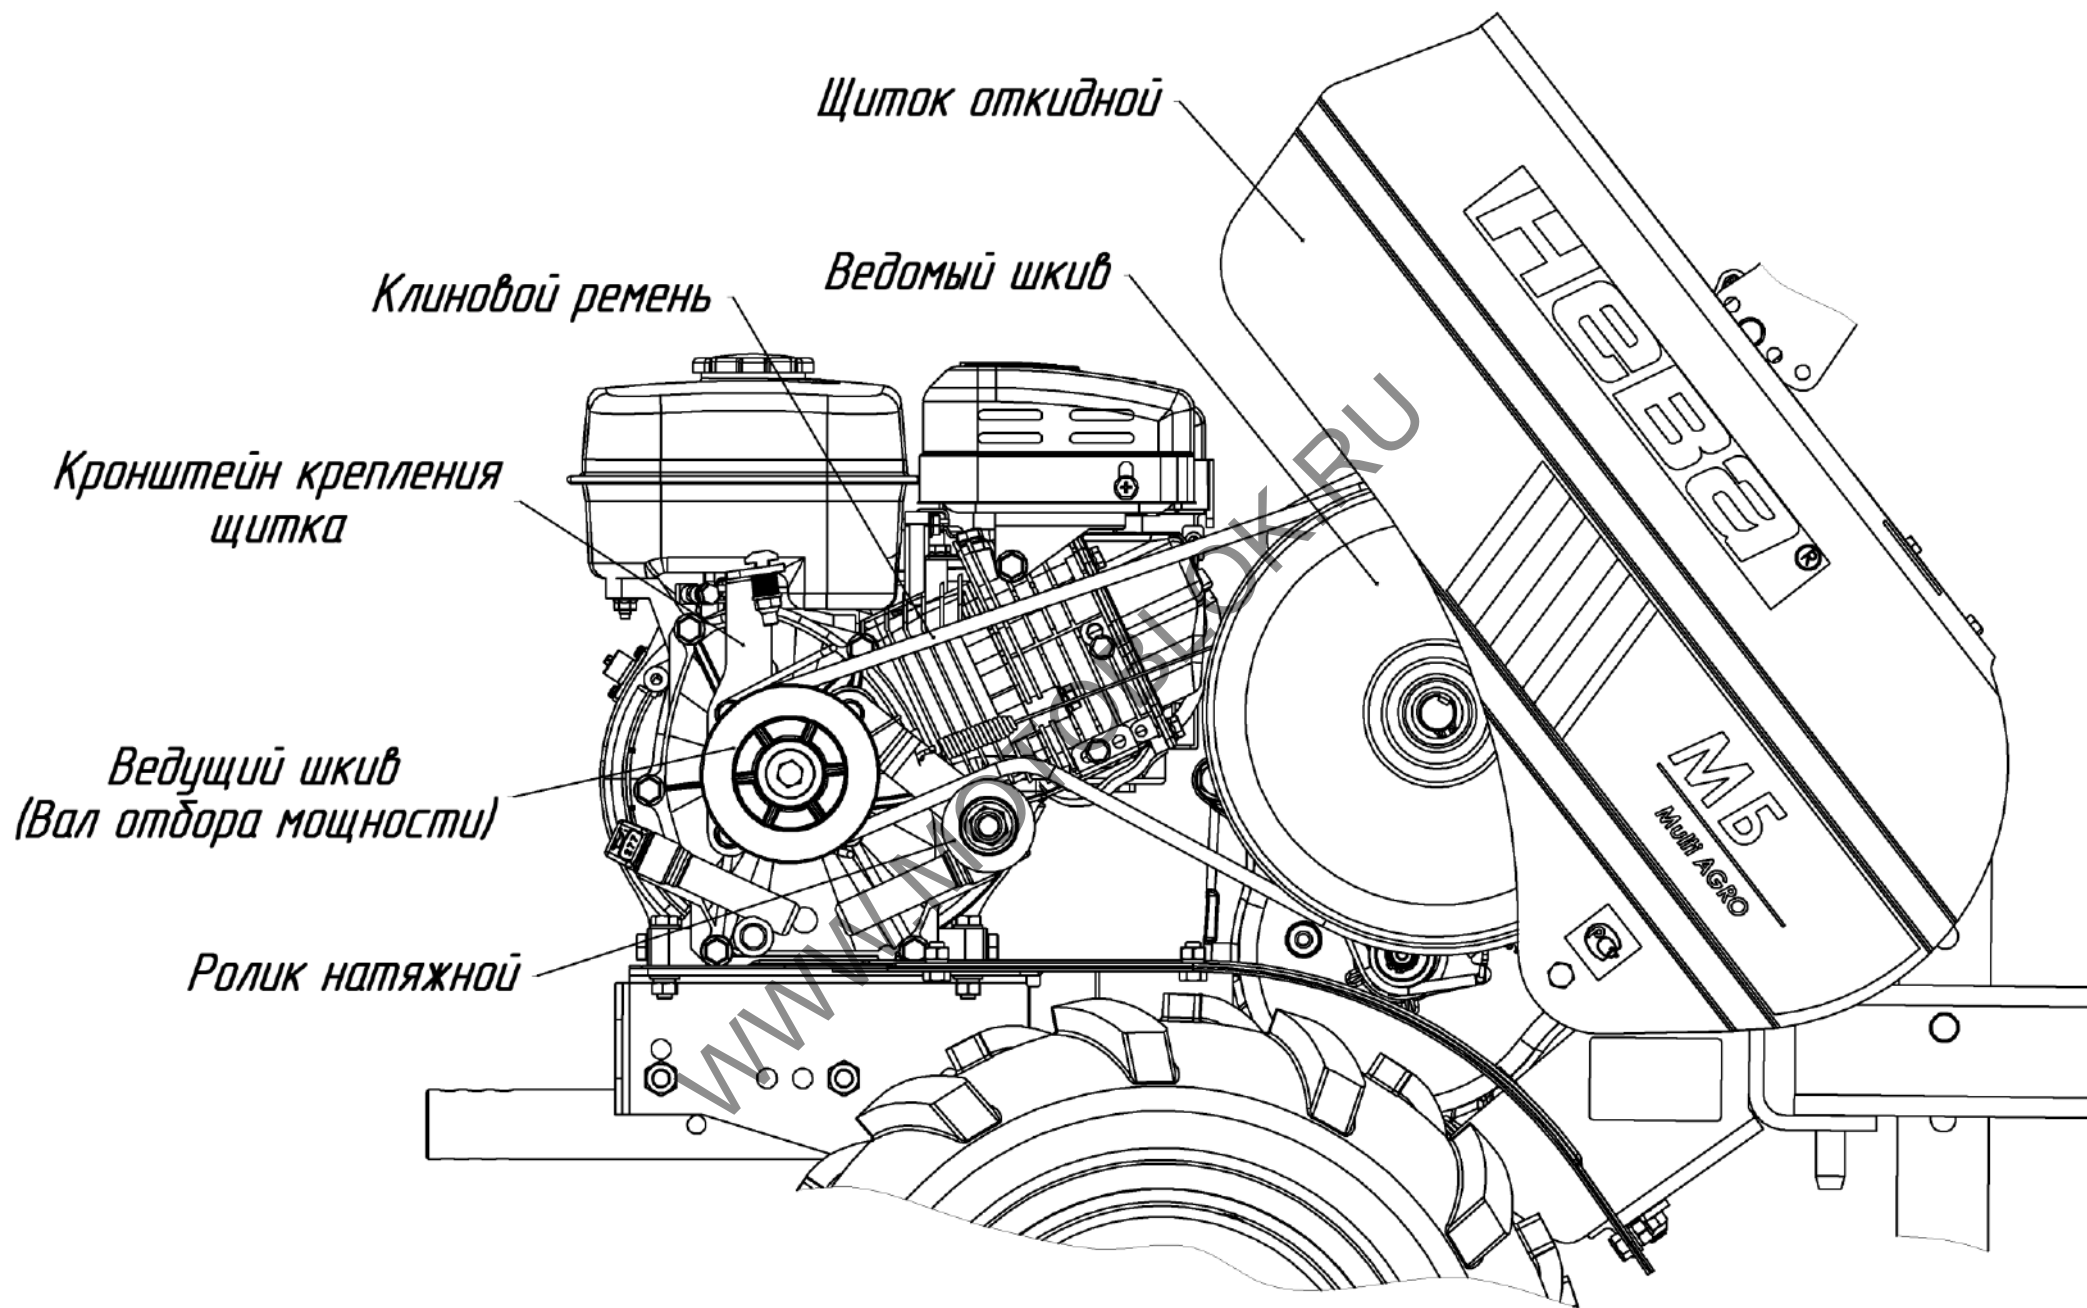

Рис.2 Мотоблок МБ2. Вид слева (щиток поднят, фара не показана)
**Щиток откидной** – устанавливается на мотоблок, предназначен для защиты вращающихся частей мотоблока и для облегчения сервисного обслуживания изделия (рис.2).